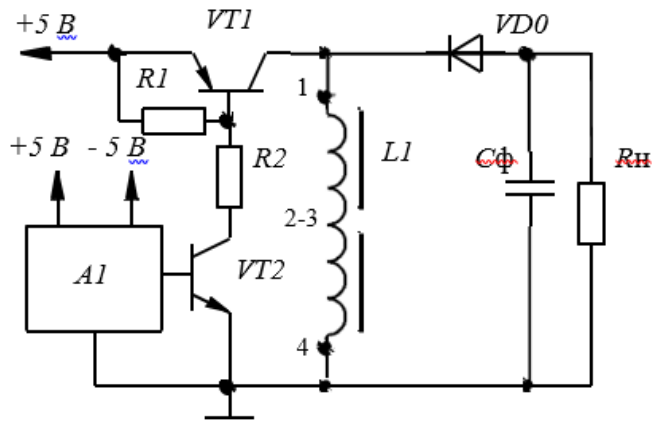

Рис.3
Ознакомиться с теоретическими сведениями и методикой расчета ППИ, схема которого приведена на рис.3. Рассчитать требуемые параметры и выбрать из справочника элементы силовой части преобразователя (ключ  $VT1$ , диод и конденсатор фильтра). Рассчитать КПД преобразователя учитывая потери в ключе, диоде и дросселе. При расчете принять следующие параметры:
- 3.1. Собрать на стенде схему регулятора постоянного напряжения в соответствии с рис.3. (ВНИМАНИЕ! Выходное напряжение инвертировано по отношению к входному, и требуется соответствующее включение выходного полярного конденсатора)
- 5.3. Что необходимо изменить в схеме рис.3, чтобы получить выходное напряжение такой же полярности, относительно общей точки, как и входное?
- 5.5. Какие изменения в схеме рис.3 позволят получить несколько различных по величине выходных напряжений?